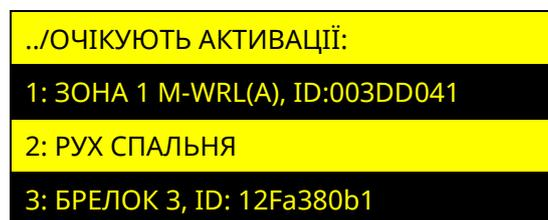

Рисунок 4.22 – Вікно відображення елементів, які очікують активації
В пункті «**ПРИПИСАНО**» розділу «БЕЗДРОТОВІ ПРИСТРОЇ», відображається список приписаних зон модуля M-WRL(A) з бездротові датчики, а також брелки, до яких приписані SpaceControl (рисунок 4.22).